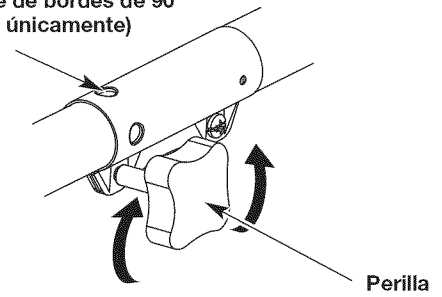
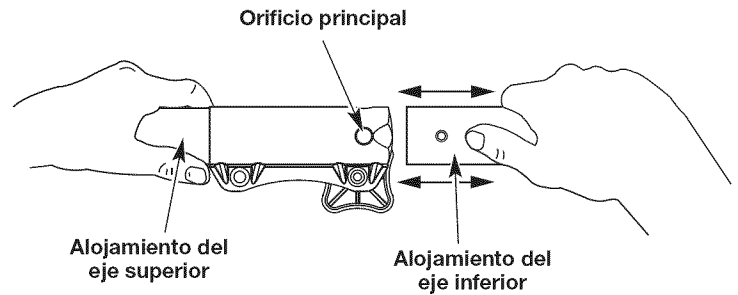

Fig. 6
Fig. 8
1. Gire la perilla en el sentido contrario a las agujas del reloj para aflojarla (Fig. 6).
2. Mientras sujeta con firmeza el accesorio, empújelo en línea recta dentro del acoplador hasta que el botón de liberación entre a presión y quede firme dentro del orificio principal (Fig. 8).
3. Gire la perilla en el sentido de las agujas del reloj para ajustar (Fig. 6).
PRECAUCIÓN: Antes de utilizar esta unidad, asegúrese de que el botón de liberación entre a presión completamente dentro del orificio principal (Fig. 8) y que la perilla (Fig. 6) quede bien ajustada.
Para un reborde decorativo con un accesorio de recorte, trabe el botón de liberación en el orificio de recorte de bordes de 90° (Fig. 6).
3. Mientras sujeta firmemente el alojamiento del eje superior, tire del accesorio de manera recta para sacarlo del acoplador (Fig. 8).